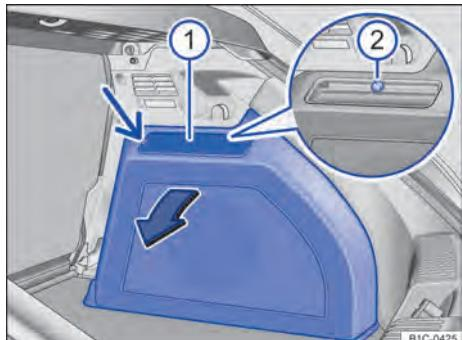

Fig. 183 No compartimento de bagagem à direita: desinstalar o subwoofer.
3.	Baixar a cobertura ⇒ Fig. 183 (1) do suporte esquerdo (seta fina). Em seguida, levantar a cobertura do suporte direito. Para isso, utilizar uma lâmina fina ou a chave de fenda das ferramentas de bordo ⇒ Página 278 como auxílio.
4.	Desaparafusar o parafuso (2) (lupa) e retirar o subwoofer no sentido da seta.
7.	Aparafusar o parafuso (2) (lupa) novamente.
8.	Colocar a cobertura nos suportes (1).